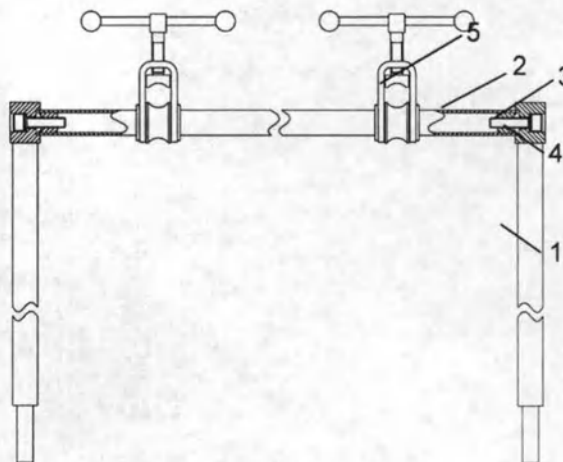
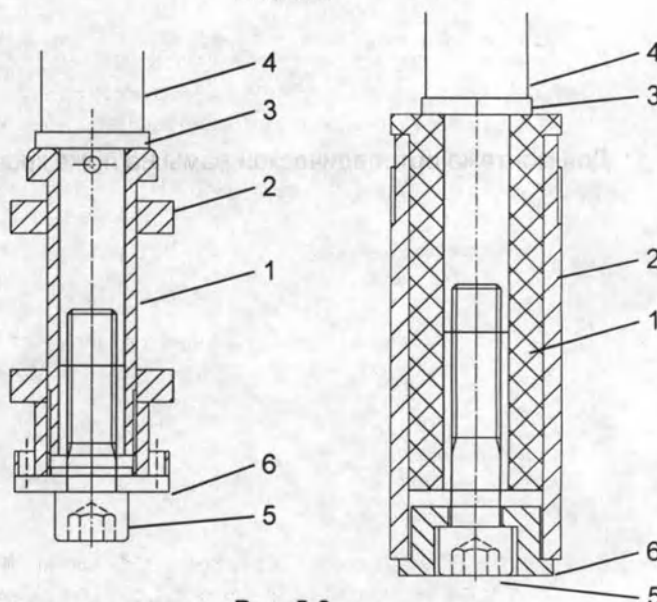

Рис. 5.2
Рис. 5.3
1. Оденьте по 2 передвижных блока (рис. 5.1, поз. 10; рис. 5.2, поз. 5) на каждую поперечную соединительную перекладину (рис. 5.1, поз. 3; рис. 5.2, поз. 2).
2. Наденьте шайбы (рис. 5.2, поз. 3) на болты (рис. 5.2, поз. 4). С помощью болтов соедините ножные и головные вертикальные перекладины (рис. 5.1, поз. 1 и 2; рис. 5.2, поз. 1) с
3. Перед монтажом ножной части ортопедической рамы к кровати, оденьте по одному передвижному блоку (рис. 5.1, поз. 10; рис. 5.2, поз. 5) на каждую ножную вертикальную планку (рис. 5.1, поз. 2)
4. Вставьте уплотнительную втулку (рис. 5.3, поз. 2) в гнездо рамы кровати (рис. 5.3, поз. 2)
5. Наденьте шайбы (рис. 5.3, поз. 3) на все вертикальные перекладки (рис. 5.3, поз. 4; рис. 5.2, поз. 1 и 2).
6. Установите вертикальные перекладки ножной и головной частей ортопедической рамы (рис. 5.3, поз. 3) в гнезда рамы кровати (рис. 5.3, поз. 2)
7. Наденьте шайбы (рис. 5.3, поз. 6) на болты (рис. 5.3, поз. 5). Вставьте болты с нижней стороны гнезд рамы лежа и зафиксируйте обе части ортопедической рамы, затягивая болты до тех пор, пока не почувствуете сопротивление.